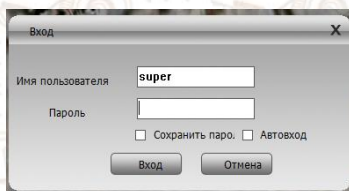

Рис.5 Окно авторизации
- Будет предложено авторизоваться(Рис.5). По умолчанию пользователь: “admin”, пароль оставить пустым